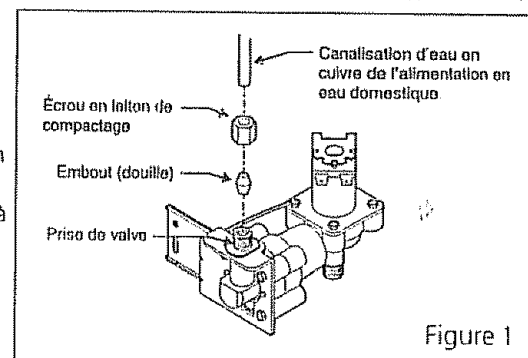

Figure 1
- Une conduite d'alimentation d'eau en cuivre de 6,4 mm (1/4 po) de diamètre intérieur. Pour déterminer la longueur de la conduite en cuivre dont vous aurez besoin, vous devrez mesurer la distance entre la soupape de la machine à glaçons, située à l'arrière du réfrigérateur, et la conduite d'eau froide. Ajouter 2,1 m (7 pi), afin de permettre le déplacement du réfrigérateur lors du nettoyage. Voir la figure 1.
- 6 À l'aide d'un collier de serrage et d'une vis, bien fixer la conduite d'alimentation en eau à l'arrière du panneau du réfrigérateur à l'endroit illustré à la figure 1.
- 7 Enrouler le surplus de la conduite d'alimentation en eau (environ 2 tours et demi) à l'arrière du réfrigérateur tel qu'illustré à la figure 1 et la placer de manière à ce qu'elle ne vibre pas et ne frotte pas contre une surface.